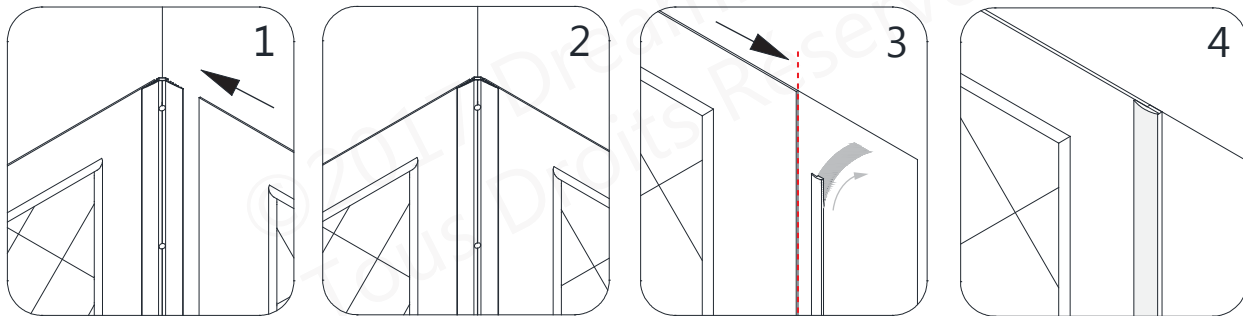

Fig 19a
19. Faites glisser la bordure du **panneau latérale (N° 01)** derrière la **bande d'étanchéité de coin (N° 04)** et poussez le **panneau latéral (N° 01)** à plat contre le mur jusqu'à la ligne de référence verticale vers l'extérieur de la baignoire (**Fig. 19a.3**). Alignez le haut du **panneau latéral (N° 01)** avec le **panneau arrière (N° 02)** avant que l'adhésif ne saisisse. Appliquez une pression égale sur toute la surface du **panneau arrière (N° 01)** de haut en bas.
*Dénudez le ruban adhésif à l'endos de la **moulure décorative de bordure (N° 03)** et posez-la sur la bordure avant du **panneau latéral (N° 01)**. Appliquez une pression de haut en bas sur la **moulure décorative de bordure (N° 03)**. (**Fig 19a**)